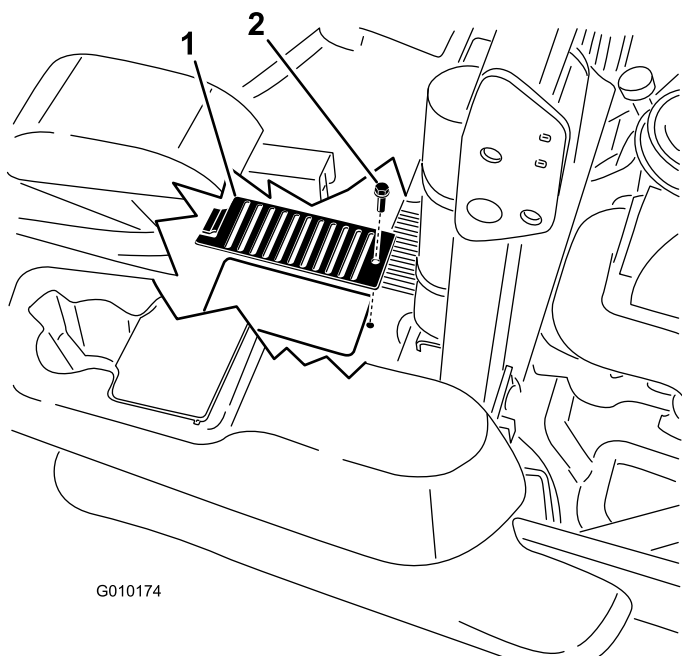

Figure 79
6. Enlevez le boulon et le couvercle au-dessus de chaque jauge (Figure 79).